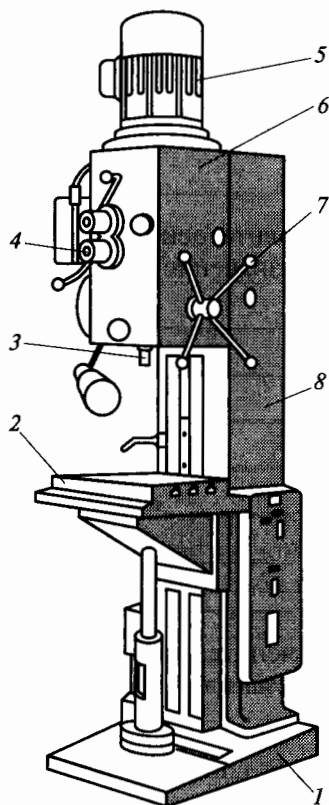

Рис. 3.8. Вертикально-сверлильный станок
46. Назовите основные узлы вертикально-сверлильного станка (рис. 3.8).